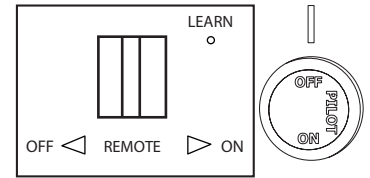

Fig. 17 - Receptor y perilla de control
• Coloque el interruptor del receptor en la posición “ON” (Ver Fig. 17).
3. Gire la perilla de control hacia la derecha  a la posición “OFF” (Ver Fig. 17).
4. Espere cinco (5) minutos para que se vacíe todo el gas. Luego huela en busca de gas, incluyendo cerca del piso. Si huele gas, ¡ALTO! Siga “B” en la información de seguridad a la izquierda de esta etiqueta. Si no huele a gas, vaya al siguiente paso.
5. Presione ligeramente y gire la perilla de control hacia la izquierda  a la posición “PILOT” (Ver Fig. 17). Oprima la perilla de control.